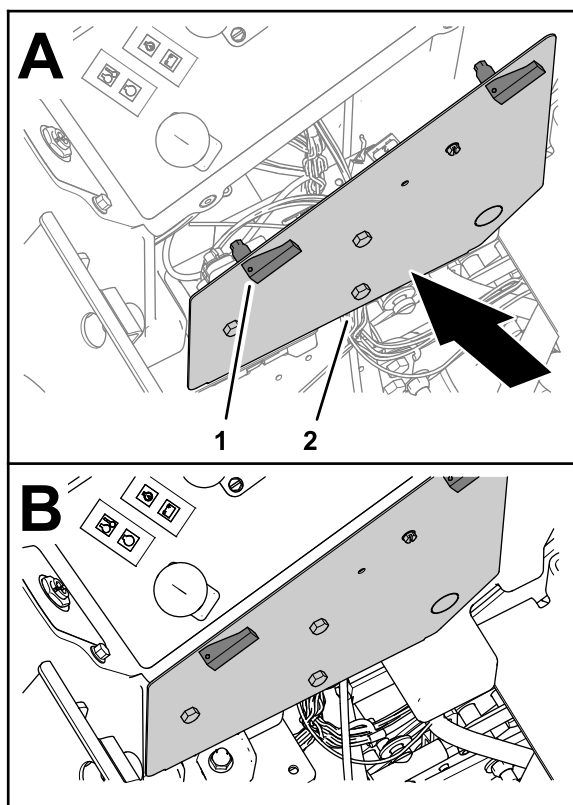

Figura 14
1. Allineate i fermi della copertura del quadro di comando ai fori nel quadro di comando (Figura 14).
2. Fissate la copertura con i fermi (Figura 14).